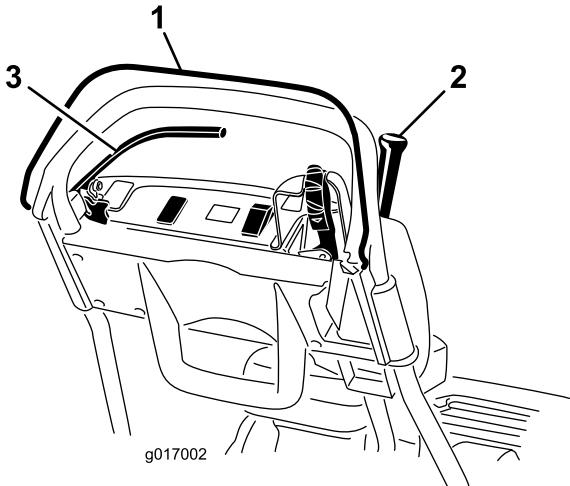

Bild 28
3. Versuchen Sie den Fahrantriebshebel bei gelöster elektronischer Sicherheit zu aktivieren (Bild 28). Der Fahrantriebshebel sollte nicht aktiviert werden. Wenn der Fahrantriebshebel aktiviert werden kann, müssen die Sicherheitsschalter gewartet werden. Beheben Sie den Fehler, bevor Sie den Betrieb aufnehmen. Siehe Warten des Fahrantriebs-Sicherheitsschalters \(Seite 31\).
4. Lösen Sie die elektronische Sicherheit, wenn die elektronische Sicherheit gedrückt und der Fahrantriebshebel aktiviert ist (Bild 28). Der Fahrantriebshebel sollte deaktiviert werden. Wenn der Fahrantriebshebel nicht deaktiviert wird, müssen
5. Aktivieren Sie die elektronische Sicherheit und schieben Sie den Ganghebel nach links; kuppeln Sie dann den Fahrantrieb und den Spindelantrieb ein und lösen Sie die elektronische Sicherheit (Bild 28). Der Fahrantriebshebel sollte deaktiviert werden. Wenn der Fahrantriebshebel nicht deaktiviert wird, müssen die Sicherheitsschalter gewartet werden. Beheben Sie den Fehler, bevor Sie den Betrieb aufnehmen. Siehe Warten des Fahrantriebs-Sicherheitsschalters \(Seite 31\), \(Seite 31\) oder Einstellen des Spindelantriebs \(Seite 35\).
6. Aktivieren Sie die elektronische Sicherheit und schieben Sie den Ganghebel nach links, um den Fahr- und Spindelantrieb einzukuppeln; schieben Sie den Ganghebel nach rechts, um den Spindelantrieb auszukuppeln (Bild 28). Der Spindelantrieb sollte ausgekuppelt werden. Wenn der Fahrantriebshebel nicht deaktiviert wird, müssen die Sicherheitsschalter gewartet werden. Beheben Sie den Fehler, bevor Sie den Betrieb aufnehmen. Siehe Einstellen des Spindelantriebs \(Seite 35\).
2. Aktivieren Sie die elektronische Sicherheit, kuppeln Sie den Fahrantriebshebel ein und stellen Sie die Motorbedienelemente in die Start-Stellung (Bild 28). Versuchen Sie jetzt, den Motor zu starten. Der Motor sollte nicht anspringen. Wenn der Motor startet, muss der Sicherheitsschalter gewartet werden. Beheben Sie den Fehler, bevor Sie den Betrieb aufnehmen. Siehe Warten des Fahrantriebs-Sicherheitsschalters \(Seite 31\).
2. Kuppeln Sie den Fahrantriebshebel aus, aktivieren Sie die Betriebsbremse und stellen die Motorbedienelemente in die Start-Stellung (Bild 28). Versuchen Sie jetzt, den Motor zu starten. Der Motor sollte anspringen. Wenn der Motor nicht anspringt, muss der Sicherheitsschalter gewartet werden. Beheben Sie den Fehler, bevor
3. Lassen Sie den Motor an, aktivieren die Betriebsbremse (nicht die Feststellbremse), aktivieren Sie die elektronische Sicherheit und kuppeln Sie den Fahrantriebshebel ein (Bild 28). Der Motor sollte gegen die Bremse kämpfen aber nicht abstellen. Wenn der Motor abstellt, muss der Sicherheitsschalter gewartet werden. Beheben Sie den Fehler, bevor Sie den Betrieb aufnehmen. Siehe Warten des Brems-Sicherheitsschalters \(Seite 32\).
4. Lassen Sie den Motor an, aktivieren den Feststellbremsriegel, aktivieren Sie die elektronische Sicherheit und kuppeln Sie den Fahrantriebshebel ein (Bild 28). Der Motor sollte abstellen. Wenn der Motor nicht abstellt, muss der Sicherheitsschalter gewartet werden. Beheben Sie den Fehler, bevor Sie den Betrieb aufnehmen. Siehe Warten des Brems-Sicherheitsschalters \(Seite 32\).